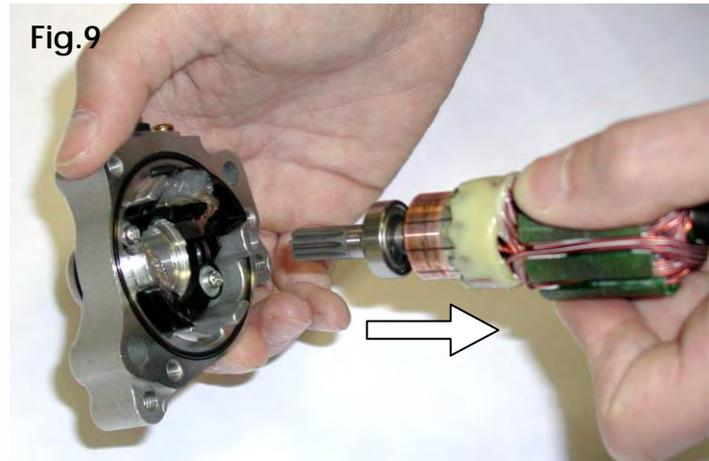

Fig.9
- EXTRAIR O ROTOR DA CABEÇA DO MOTOR (ver Fig.9)